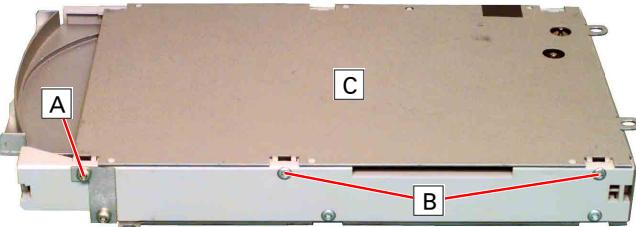

Fig. 4
- 2 Schrauben A und 4 Schrauben B (Fig. 4, 5) herausschrauben.
- Undo 2 screws A and 4 screws B (Fig. 4, 5).